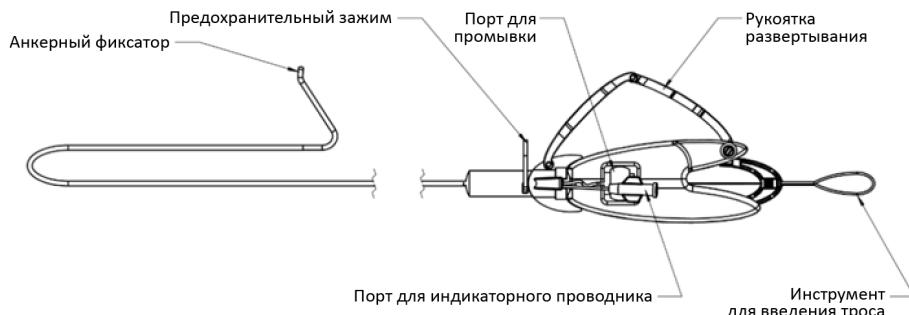

Рисунок 5. Доставочный катетер
- Проксимальные вспомогательные доставочные катетеры можно использовать приблизительно для последних шести развертываний по мере необходимости в зависимости от формы желудочка и ориентации анкерного фиксатора. См. **рисунок 5**.